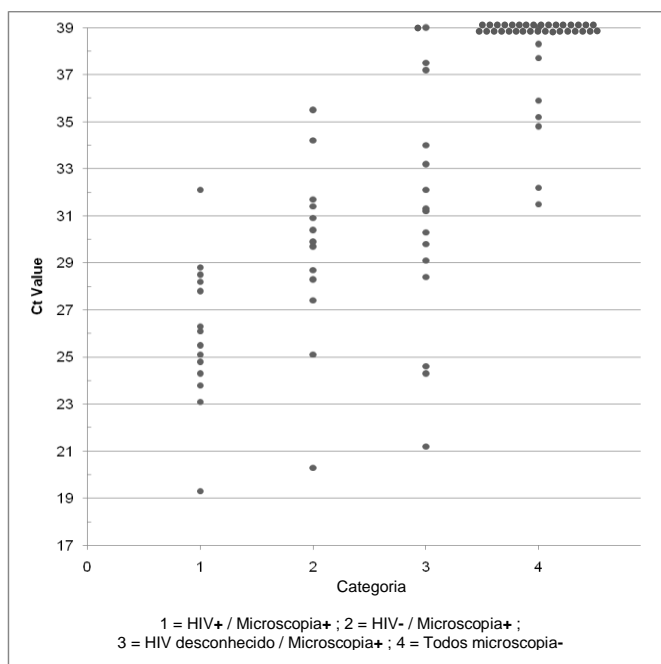

Figura 1: Gráfico de dispersão dos valores Ct obtidos a partir do DNA extraído de amostras respiratórias de doentes. São descritos quatro grupos.
*Pneumocystis* tendem a ter números mais elevados de organismos detectáveis do que doentes que não estejam infectados com o vírus, mas a sobreposição é considerável. O gráfico de dispersão na Figura 1 abaixo demonstra esta sobreposição. Para conclusão, como o conjunto de dados da Tabela 1 incluía doentes cujo estado de HIV era desconhecido, o gráfico de dispersão deste grupo é incluído na Figura 1 (coluna 3):